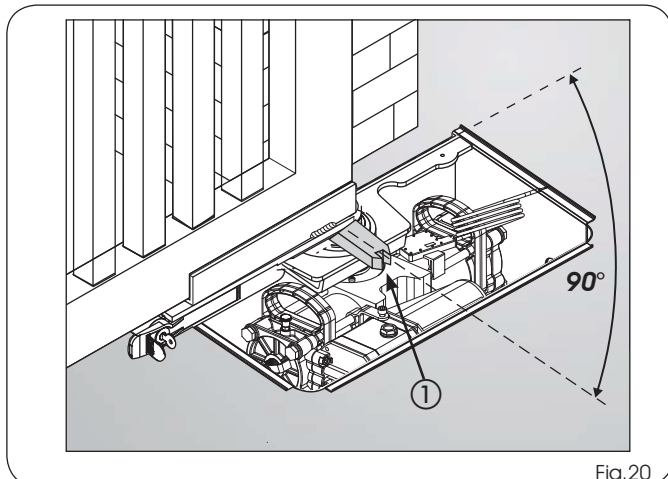

Fig.20
11) Amener le portail déblocé dans la position ouverte en vérifiant que la partie de déblocage dégagée du portail **reste dans la position de portail fermé** comme d'après la figure 20 réf. ①.